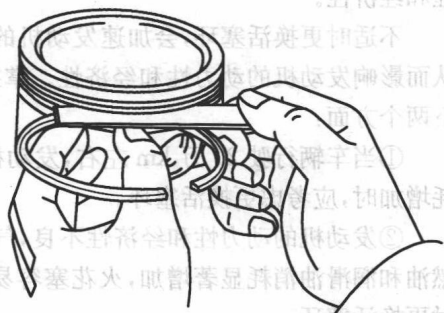

图 1-4 活塞环侧隙的测量
②活塞环侧隙的检查。活塞环侧隙的测量如图 1-4 所示。侧隙过大,影响活塞环的密封作用;侧隙太小,会使活塞环受热后卡死在环槽内。